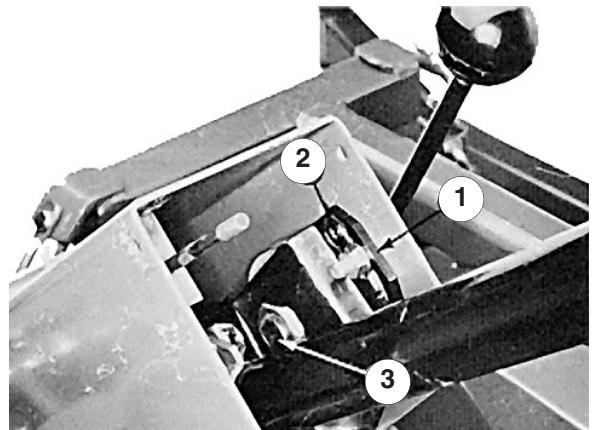

Bild 41
1. Nehmen Sie den Knopf von der Feststellbremse und die Blechschrauben von der Abdeckung des Steuerrads ab. Schieben Sie die Abdeckung an der Lenksäule nach oben, bis der Schwenkbügel frei liegt (Bild 41).
2. Lösen Sie die kleine Mutter, drehen Sie den Schwenkbügel, bis die große Mutter darunter fest angezogen ist (Bild 41). Ziehen Sie die kleine Mutter wieder an.